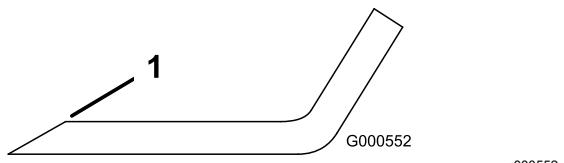

Figure 102
1. Au moyen d'une lime, aiguisez les tranchants aux deux extrémités de la lame (Figure 102).
Remarque: Si la lame est déséquilibrée, limez un peu l'extrémité de l'ailette seulement (Figure 102).